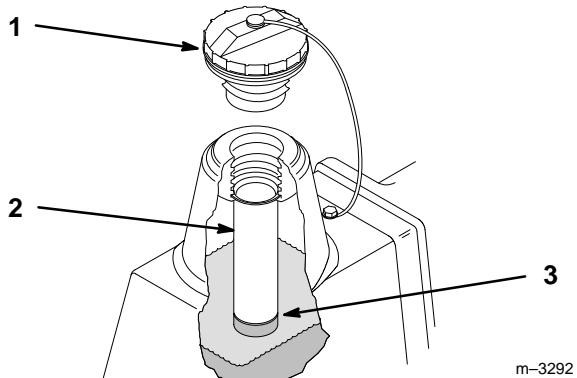

Figure 43
- Nettoyer tout autour du goulot de remplissage du réservoir de liquide hydraulique (Fig. 43).
- Retirer le bouchon du réservoir et regarder dans le goulet pour contrôler le niveau du liquide. Le liquide doit arriver au-dessus du bas de la grille (Fig. 43).
- Si le niveau est insuffisant, rajouter du liquide pour que le niveau arrive au-dessus du bas de la grille (Fig. 43).